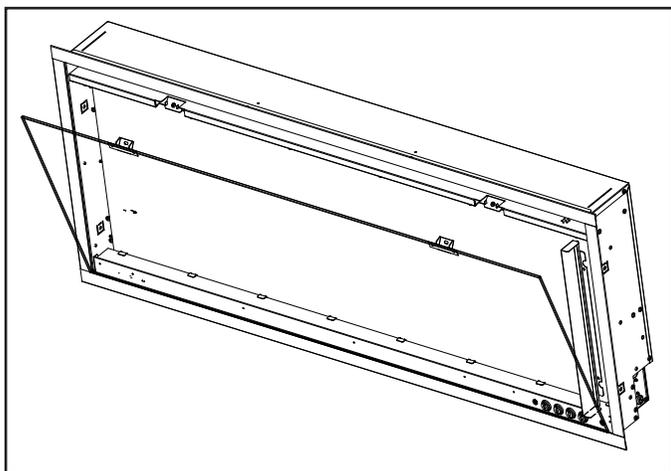

Figure 4.12 Installation de la façade en verre
1. Inclinez le verre pour placer le bord inférieur dans le canal derrière la garniture extérieure. Voir la figure 4.12.